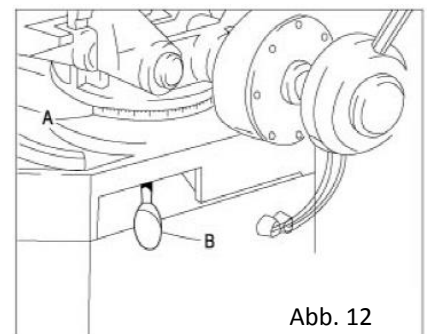

Abb. 12
1. Ziehen Sie den Hebel (B, Abb.12) nach rechts.
2. Drehen Sie den Körper der Säge in eine Ecke bis zu 45° nach Links oder Rechts. Der Winkel ist auf der Gradskale (A, Abb.12) auf der Basiseinheit zu lesen.
3. Sobald die Säge in den gewünschten Winkel erreicht hat sichern Sie den Sägekörper mit Hilfe des Hebels (B, Abb.12) nach Links.